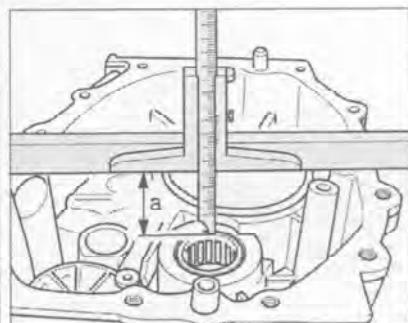

Рис. 7.77. Проследите, чтобы расстояние от игольчатого подшипника до края коробки передач а составляло 39.5 мм.
3. Проследите, чтобы расстояние от игольчатого подшипника до края коробки передач а составляло 39.5 мм (рис. 7.77).